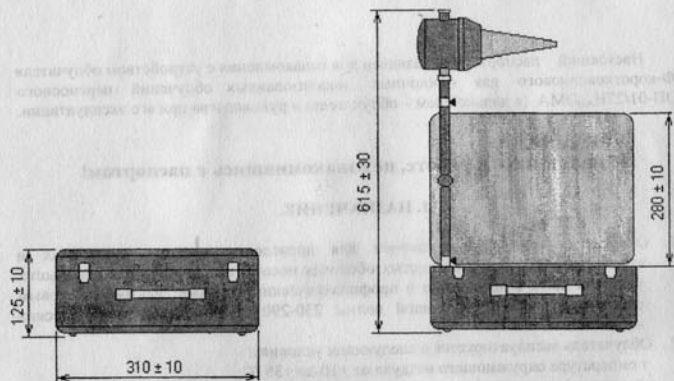

Рисунок 1. Облучатель УФ-коротковолновый для одиночных локализованных облучений переносный БОП-01/27-НАНЭМА. Габаритные размеры.
- 1.1. Облучатель (рис.1) предназначен для проведения местных, полостных и контактных облучений слизистых оболочек носоглотки, миндалин и небольших участков кожи с лечебными и профилактическими целями: ультрафиолетовым спектром излучения с длиной волны 230-290 Нм в физиотерапевтических кабинетах.